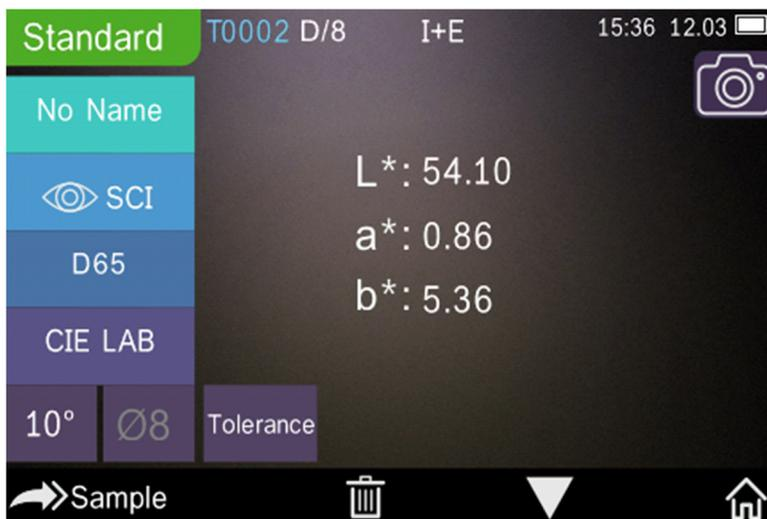

Figura 22. Standard entering (Inserimento standard)
**Inserimento standard:** Accedere a "Standard entering", per stabilire il record standard corrente come mostrato nella figura 22, e premere "Sample" per effettuare una misurazione di campionatura.